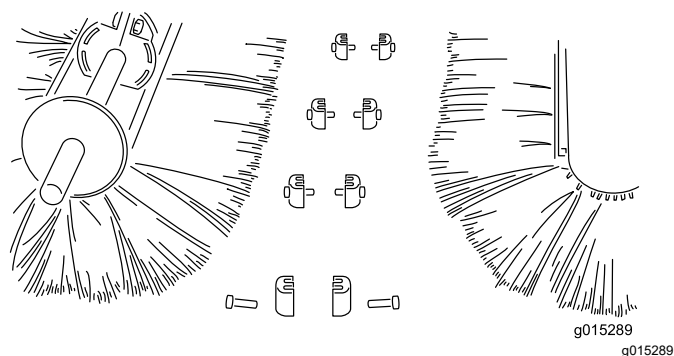

Figura 30
4. Separe las mitades del cepillo y deseche la sección o las secciones que estén dañadas (Figura 30).